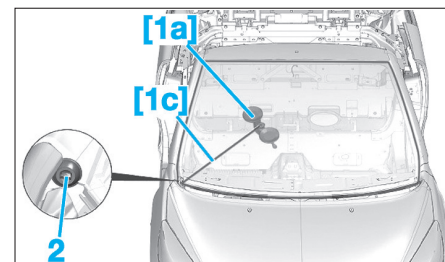

FIG. 19
- Fixer le fil tranchant [1c] sur la vis de l'aile (2) (**Fig.19**).